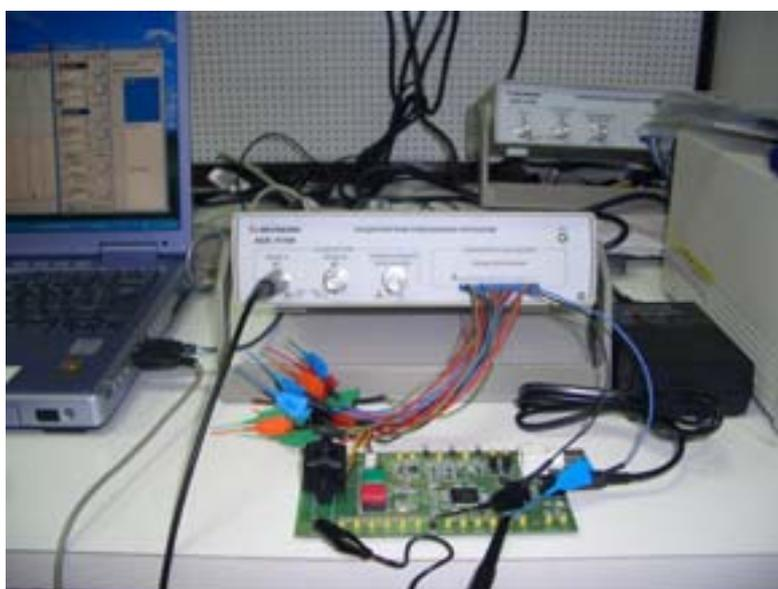

Рис. 13 Порядок подключения
3.2.2. Подключите дискретный (цифровой) вход логического анализатора с номером 0.» к демонстрационной плате АКТАКОМ АЕЕ-1014 с обозначением «SU», земляной вход с обозначением «L» (черный провод) подключить к контакту демонстрационной платы с обозначением «GND» (см. рис.13)